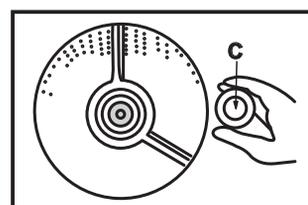

Fig. 3a
b) Quite el collar "C", los brazos del sector y los tornillos. (Figs. 3a y 3b).